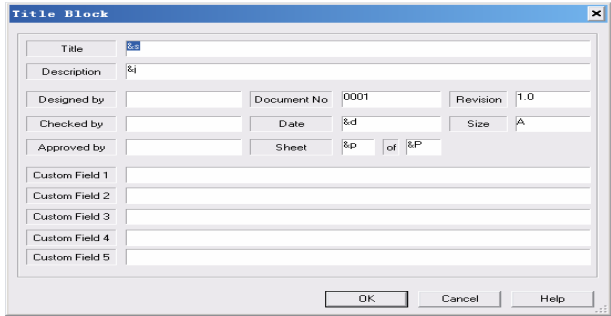

图 4-30 添加标题框
- 3) 双击标题框，在出现的标题框对话框中输入电路的相关信息，如图 4-30 所示。单击“OK”按钮，电路图标题框添加完成。